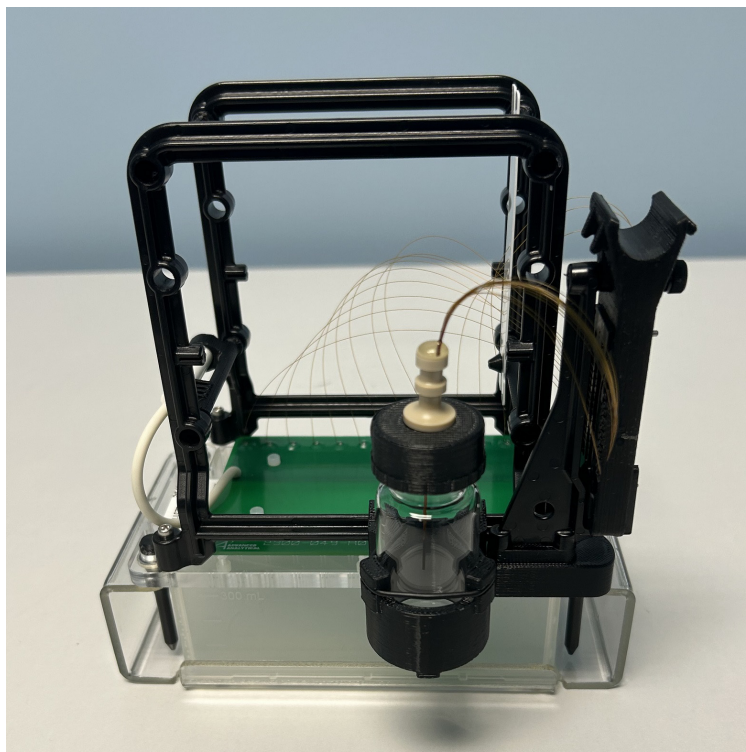

Figure 105 Station d'accueil de l'array avec array en place
Pour voir une image complète de l'array avec le dispositif de stockage de l'extrémité de l'array en place, consultez la **Figure 105**.
- 8 Retirez l'extrémité de sortie du capillary array du fourreau de protection noir et placez-la dans le dispositif de stockage de l'extrémité de l'array, comme illustré dans la **Figure 105**.